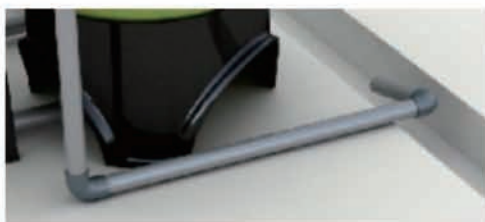

图1-6
⑤安装排水管路
- 用DN40的UPVC管与排水口胶接，排水管口直接排到排水沟，排水沟与排水管口应如图1-6所示。